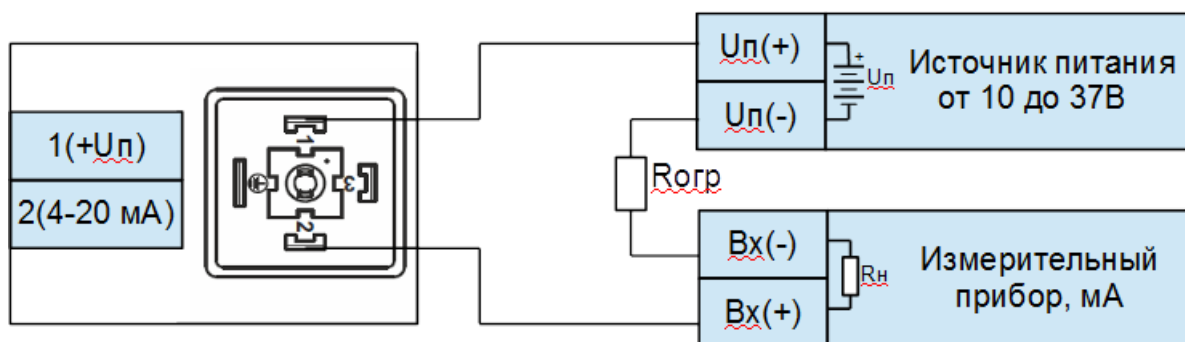

Рис. 3. Подключение датчиков VMP-ДИ-1160-XX-КС.
3.17 Подключение сети питания к датчику произвести согласно прилагаемой схеме (см. рисунок 3).